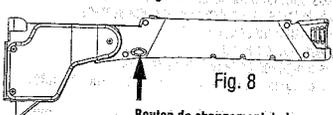

Fig. 8
1. Sortez complètement la lame en position de coupe. Appuyez sur le bouton de changement de lame sur le côté de l'agrafeuse. Voyez la fig. 8.